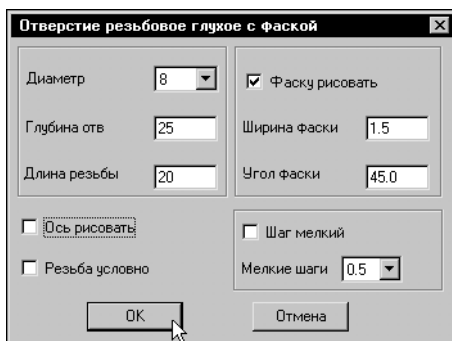

Рис. 44.4. Задание параметров резьбового отверстия
6. В появившемся на экране диалоге **Отверстие резьбовое глухое с фаской** задайте параметры выбранного элемента (рис. 44.4).